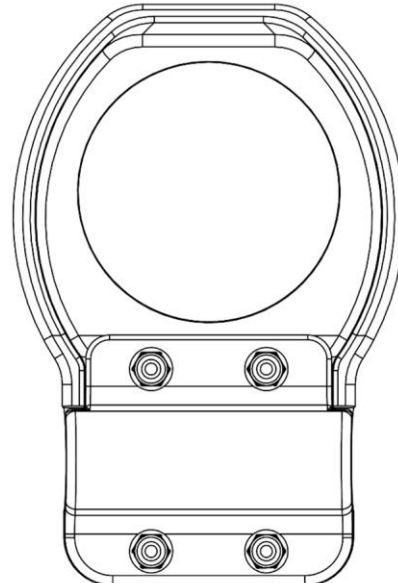

Fig. 2d
- fig. 2d – uchwyt w rzucie z tyłu w drugiej odmianie;